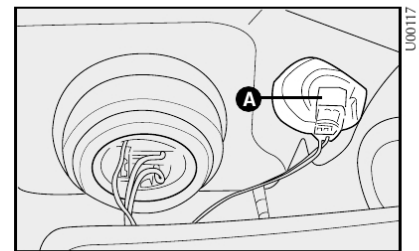

fig. 13
### SUBSTITUIÇÃO DAS LÂMPADAS DAS SETAS DIANTEIRAS - fig. 13
- 1) Retirar o porta-lâmpadas **A**-fig.13 girando-o no sentido anti-horário;